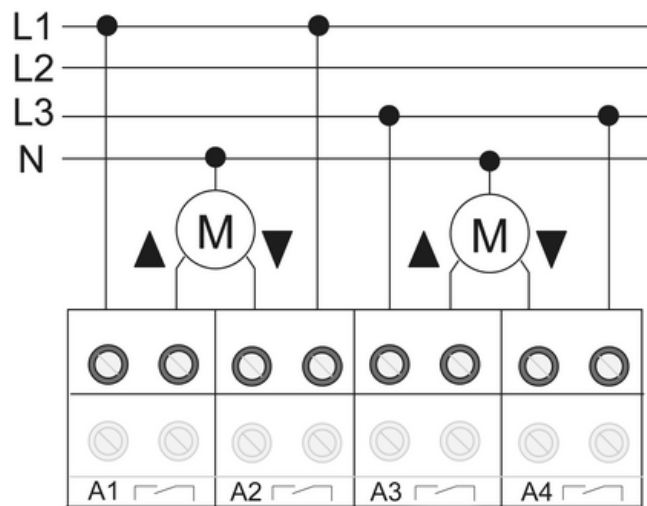

Figure 5: Exemple de raccordement des moteurs de stores
- Raccorder les moteurs de stores (figure 5).